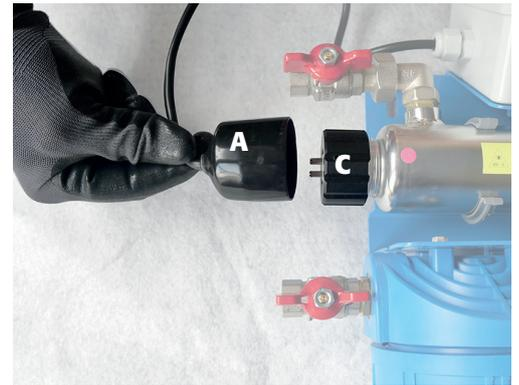

Fig. 1
- 4** Tirer le capuchon connecteur (A) de la lampe (B) et déconnecter la lampe (fig.1 et 2).